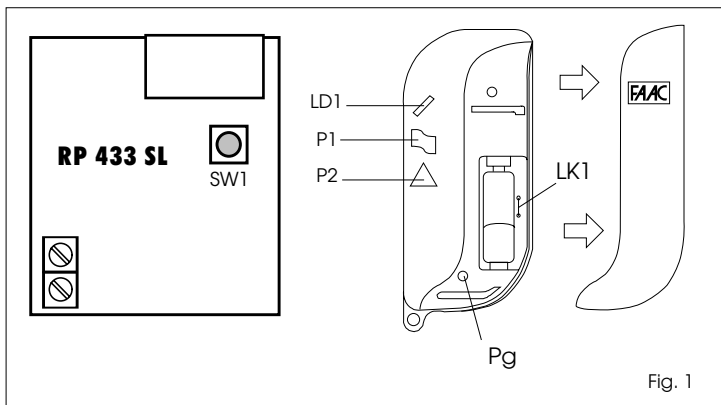

Fig. 1
- 1) Aprire l'involucro del trasmettitore, facendo slittare il coperchio come indicato in fig.1, per accedere al pulsante di generazione del codice (Pg).